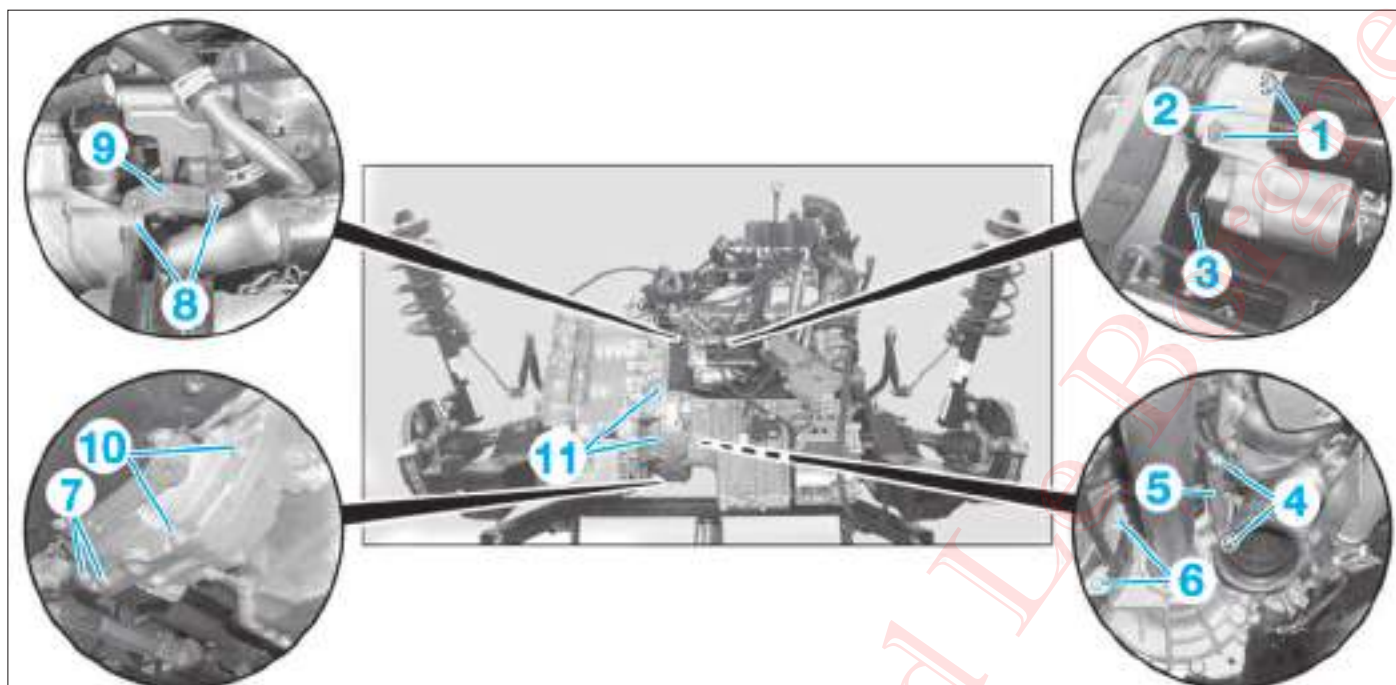

FIG. 4
- Déposer (Fig.4) :
- les vis (1),
- le démarreur (2),
- l'obturateur (3),
- les vis (4),
- le raccord de liaison (5),
- les vis (6) et (7) de la boîte de vitesses,
- les vis (8),
- le raccord de liaison (9).